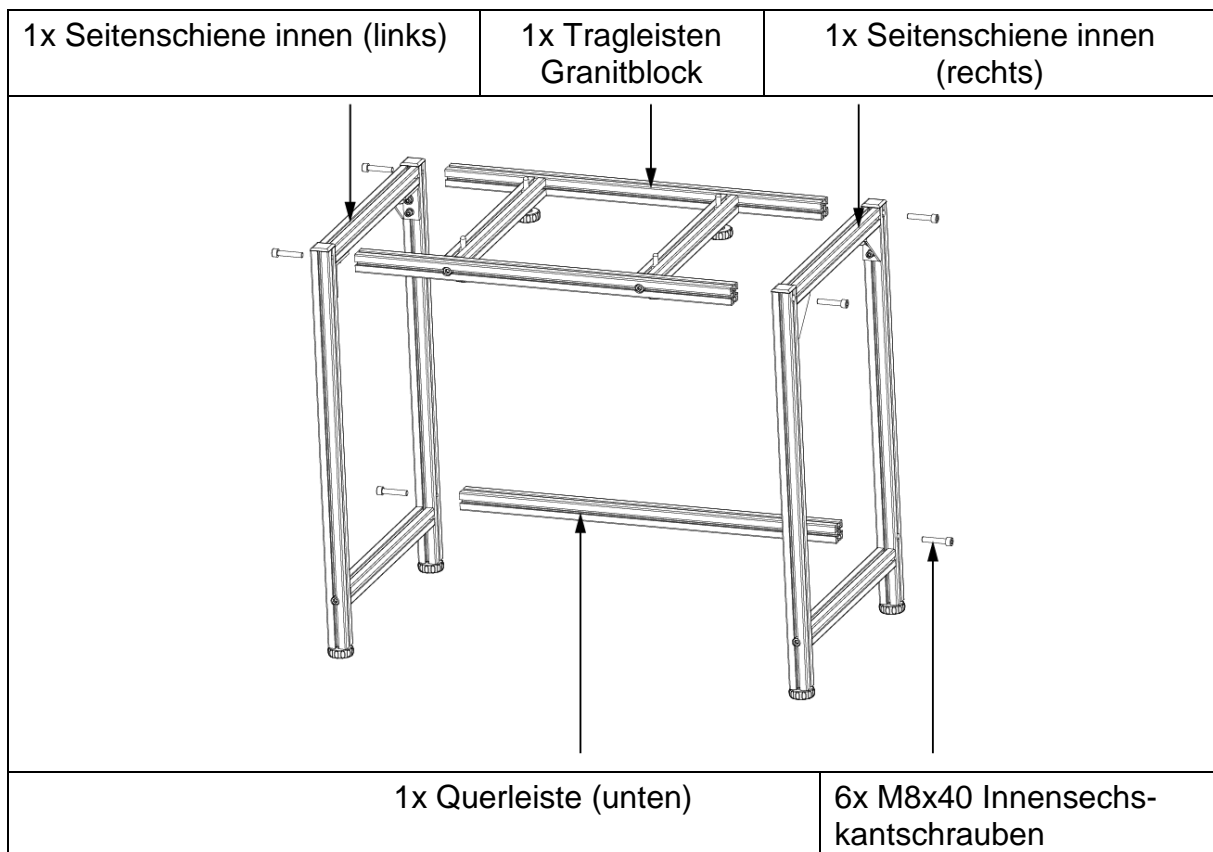

Abb. 3
4. Seitenschiene innen (links) aus der oberen Packlage herausnehmen und die Seitenschiene innen (rechts) aus der mittleren Packlage herausnehmen und mit dem Sechskantschlüssel und den M8x40 Schrauben fixieren. (s.Abb. 3)
5. Die Granit-Tragschiene (unten) aus der oberen Packlage herausnehmen und mit zwei M8x40 Schrauben fixieren. Hierzu die beiden Seitenrahmen leicht öffnen, um die Schienen in die Rahmen einzuführen. Danach die 6 Schrauben, wie in Abb. 3 dargestellt festschrauben. Die beiden Seiten sollten danach parallel und gerade ausgerichtet sein.